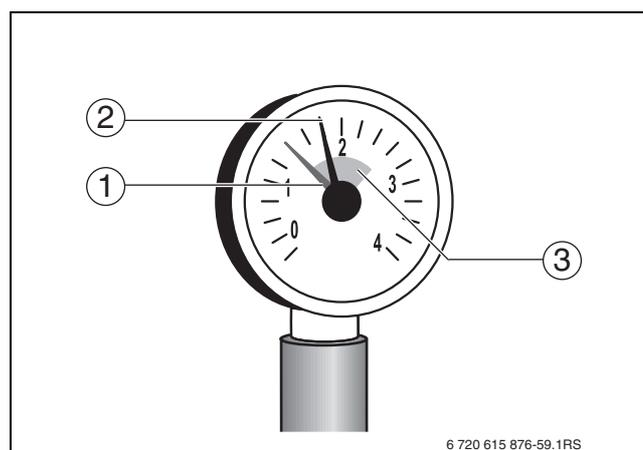

Fig. 10 Manomètre pour installations fermées
- ▶ Si la pression diminue après la purge (voir position de l'aiguille rouge du manomètre → fig. 10, page 14), rajouter de l'eau.